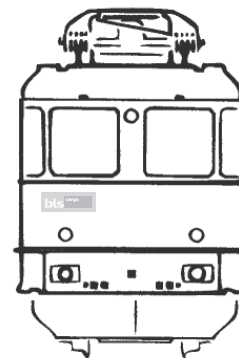

Fig. 3
2. Lubrication: Apply **tiny oil drops** to spots marked in fig. 7. Prior to lubrication dismantle locomotive (fig. 3). We recommend using item no. **10906, Roco oiler**. For lubrication the gearparts (e.g. cogwheels, worm) we would recommend our Roco **special grease** (item no. **10905**).
4. Motor Changing: First remove loco body (fig. 3), and then the motor (fig. 8).
2. Graissage: N'appliquez **qu'une tout petite goutte** aux endroits indiqués par le plan de graissage (fig. 7) après avoir démonté la caisse de la locomotive (fig. 3). Nous vous recommandons le **graisseur à huile Roco réf. 10906**. Pour graisser les engrenages (roues dentées, vis sans fin) nous vous conseillons la **graisse spéciale Roco réf. 10905** pour engrenages en matières synthétiques. Lorsque vous utilisez cette graisse il faut éviter d'huiler ces composants.
4. Remplacement du moteur: Démontez la caisse (fig. 3). Démontez ensuite le moteur (fig. 8).
voir } Fig.3